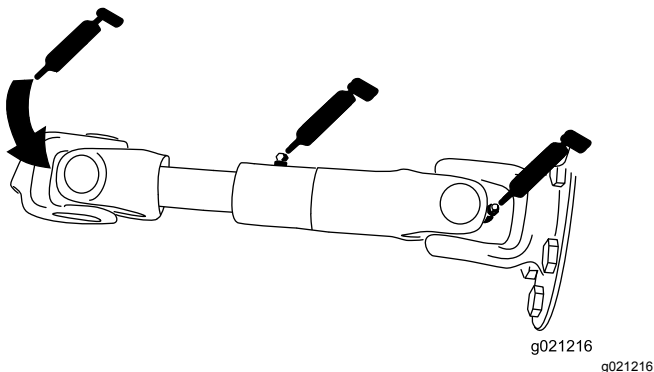

Bild 62
- Pumpenantriebswelle (3) (Bild 62)